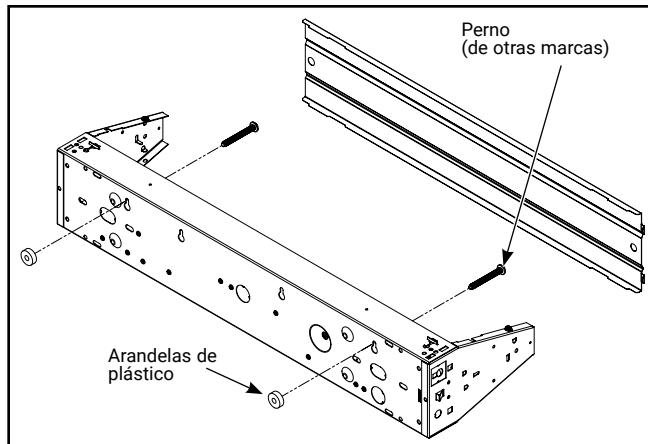

Figura 3. Montaje en la pared
1. Retire la cubierta del canal girando el tornillo del canal $\frac{1}{4}$ de vuelta (Figura 3).